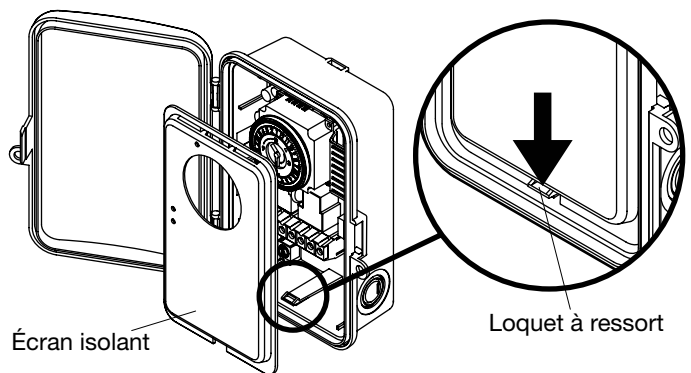

FIG. 3 Retrait de l'écran isolant
2. Ouvrir la porte et retirer l'écran isolant en libérant le loquet à ressort en bas du boîtier. Voir FIG. 3.